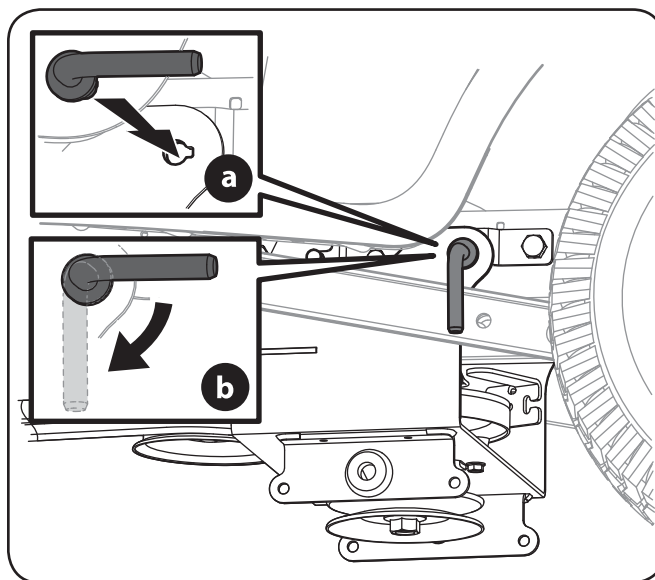

Figure 3-9
6. Fixez le sous-châssis à l'aide des deux tiges de verrouillage. Voir Figure 3-9.